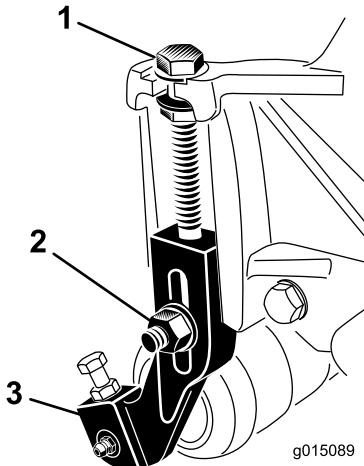

Figure 19
- Desserrez les contre-écrous qui fixent les bras de hauteur de coupe aux plaques latérales du plateau de coupe (Figure 19).